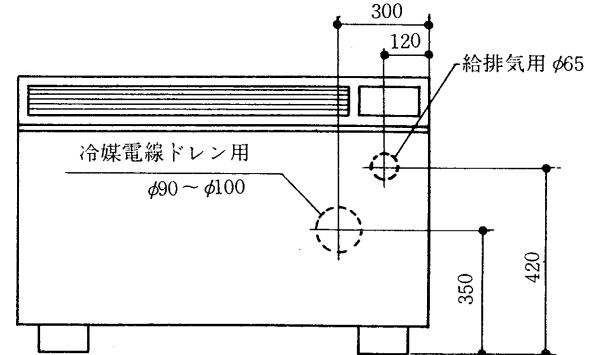

図3
- 標準背面配管の場合〈給排気用穴と冷媒・電源・ドレン用穴とを2カ所穴あけする場合〉〈図3〉